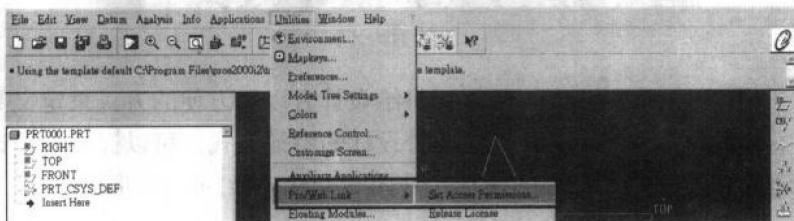

图1-7
(4) 网页 (Web Publish): 此种设计的特征方式, 主要提供给设计者可以利用网络的分享功能, 来学习不同设计者的设计方法, 而且此项功能也可以把完成好的图形文件, 转换成一般的HTML网页格式与VRML虚拟实境的网络格式 (如图1-7所示)。